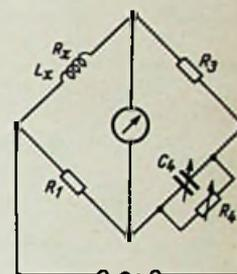

Bild 2.
2. Maxwell-Wien-Brücke (Bild 2)
Wie Bild 2 zeigt, wird der Abgleich am besten mit den Elementen  $C_4$  und  $R_4$  vorgenommen. Ist dagegen  $C_4$  fest, so kann mit  $R_1$  und  $R_3$  die Bedingung für  $L_x$  und mit  $R_4$  die für  $R_x$  erfüllt werden. Diese Brücke eignet sich vornehmlich zur Bestimmung kleinerer Induktivitäten. Sie weist folgende Vorteile auf:
Induktivitätsbrücke nach Anderson. Durch die beiden zusätzlichen Glieder  $R_5$  und C erhält man weitere Abgleichmöglichkeiten. Für  $R_5=0$  erhält man die normale Maxwell-Wien-Brücke entsprechend Bild 2
Denkt man sich bei der Anderson-Brücke den im Nullzweig liegenden Widerstand verschwindend klein, dann liegt C praktisch parallel zu  $R_4$  und man erhält eine normale Maxwell-Wien-Brücke entsprechend Bild 2.